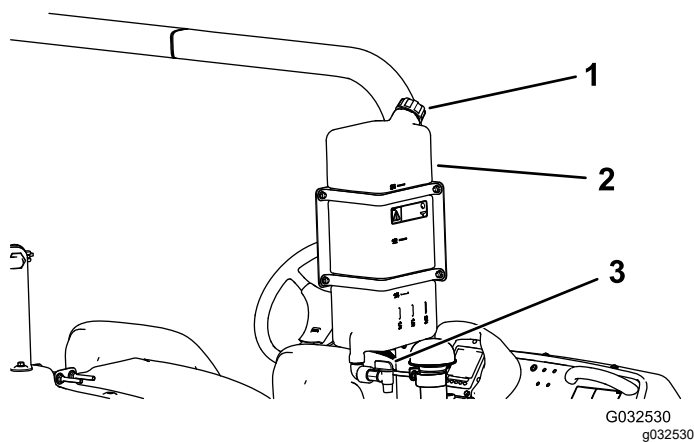

图 31
- 若要为水箱加水请旋开水箱顶部的盖子然后向水箱中注入清水然后再盖上盖子图 31。
- 若要打开清水箱龙头请转动龙头上的阀柄图 31。